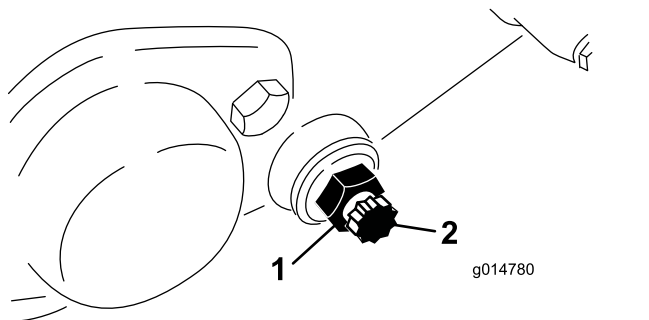

Figura 62
3. Allentate, da ciascun lato della macchina, il controdado che fissa il bullone della barra di appoggio (Figura 62).
4. Togliete i bulloni della barra di appoggio perché quest'ultima possa essere tirata in giù e tolta dalla macchina. Conservate le due rondelle di nylon e le due rondelle in acciaio stampato da ciascun lato della barra di appoggio (Figura 62).